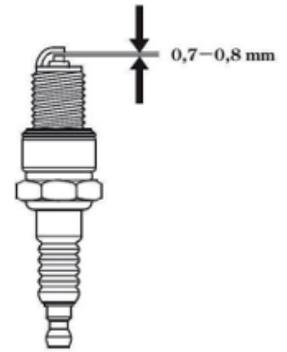

рис.6
- рекомендуется проверить величину межэлектродного зазора, который должен составлять 0,7-0,8 мм. При существенном отклонении величины зазора от указанной, необходимо его отрегулировать (восстановить) или заменить свечу (см. рис.6);